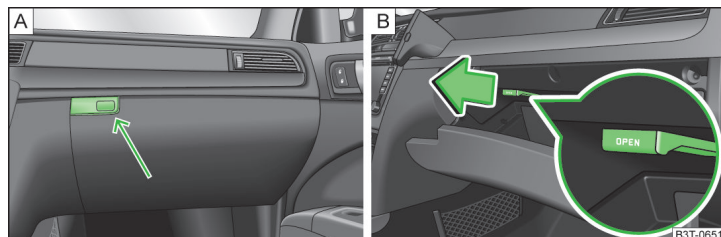

Fig. 91 Ouverture du vide-poches / commande de l'arrivée d'air
➤ Appuyer sur la touche » fig. 91 - **A**.
- Pour ouvrir l'arrivée d'air, tirer sur la manette dans le sens de la flèche » fig. 91 - **B**.